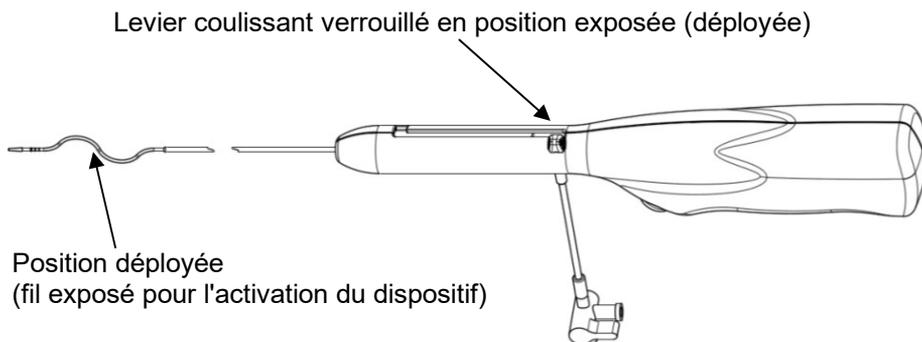

Figure 4
12. Avancer l'extrémité flexible jusqu'à la partie la plus distale du caillot. Exposer le fil sinusoïdal. Pour ce faire, déverrouiller et rétracter complètement le levier coulissant, puis tourner ce dernier jusqu'à entendre un « clic » (voir la Figure 4). Confirmer la position du dispositif dans le site de traitement par radioscopie. Appuyer sur l'interrupteur MARCHE/ARRÊT pour activer la rotation.
11. Dans une greffe, avancer l'extrémité flexible jusqu'à l'anastomose veineuse. **Avertissement : ne pas avancer l'extrémité flexible au-delà de l'anastomose.** Dans une fistule, avancer l'extrémité flexible jusqu'à la partie la plus centrale du caillot. Exposer le fil sinusoidal. Pour ce faire, déverrouiller et rétracter complètement le levier coulissant, puis tourner ce dernier jusqu'à entendre un « clic » (voir la Figure 4). Confirmer la position du dispositif dans la fistule ou la greffe par radioscopie. Appuyer sur l'interrupteur MARCHE/ARRÊT pour activer la rotation. **Remarque : lorsque le fil est exposé, prendre des précautions pour éviter de l'avancer dans le caillot et au-delà de l'anastomose.**